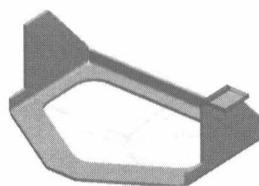
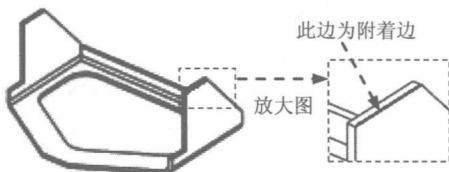

图 1.14 弯边特征 1
图 1.15 定义附着边
Step12. 创建图 1.14 所示的弯边特征 1。单击“主页”功能选项卡“钣金”工具栏中的“弯边”按钮 \square ；选取图 1.15 所示的模型边线为附着边；在“弯边”工具条中单击“全宽”按钮 \square ；在“距离”文本框中输入值35，在“角度”文本框中输入值90，单击“内部尺寸标注”按钮 \square 和
“折弯在外”按钮 h ；调整弯边侧方向向外，如图 1.14 所示；定义弯边属性及参数。各选项采用系统默认设置；单击 完成 按钮，完成特征的创建。